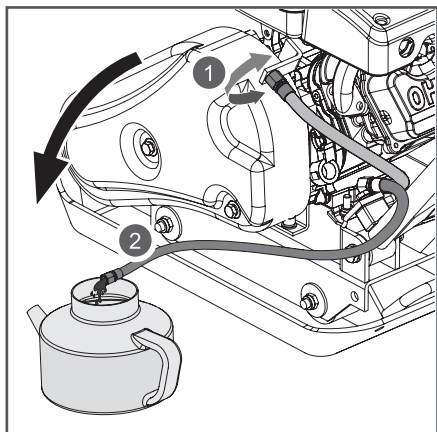

Рис. 16 Замена масла в двигателе
- (1) Техническое обслуживание должно осуществляться более часто, при работе в пыльных условиях.
(2) Данный вид работ необходимо выполнять в авторизованном сервисном центре.
- Открутите соединительную гайку шланга для слива масла от кронштейна крепления и слейте отработанное моторное масло через шланг в подготовленную для этого емкость (Рис. 16).